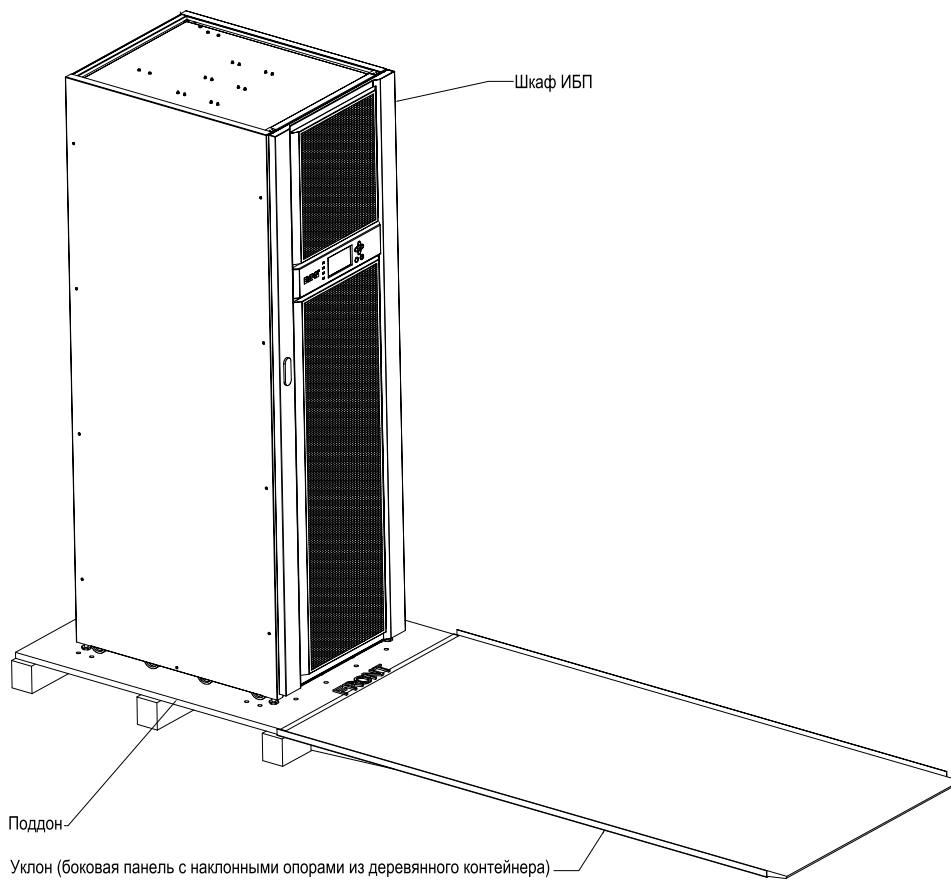

Рис. 4-2: Крепеж уклона к поддону
3. Установите уклон перед поддоном (см. рисунок 4-2):